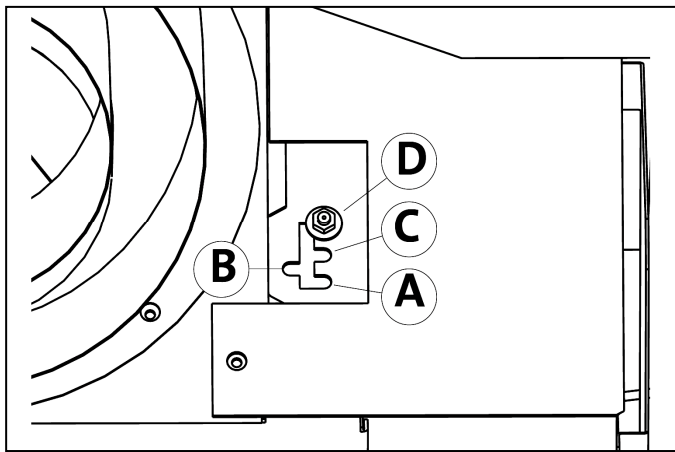

Figure 6. Positions du restricteur d'évacuation (vue de l'avant avec le dessus de poêle retiré).
3. Repérez la tige pivotante du côté droit au haut de la chambre de combustion. Avec un tournevis à douille (tourne-écrou) de 7 mm (ou 9/32 po), desserrez l'écrou de la tige pivotante, puis poussez la tige pivotante vers la gauche pour la désengager de sa position actuelle (tel qu'installé par le fabricant). Avancez la tige pivotante jusque dans la fente appropriée qui correspond à votre configuration d'évacuation spécifique. Voir les figures 6 et 7.